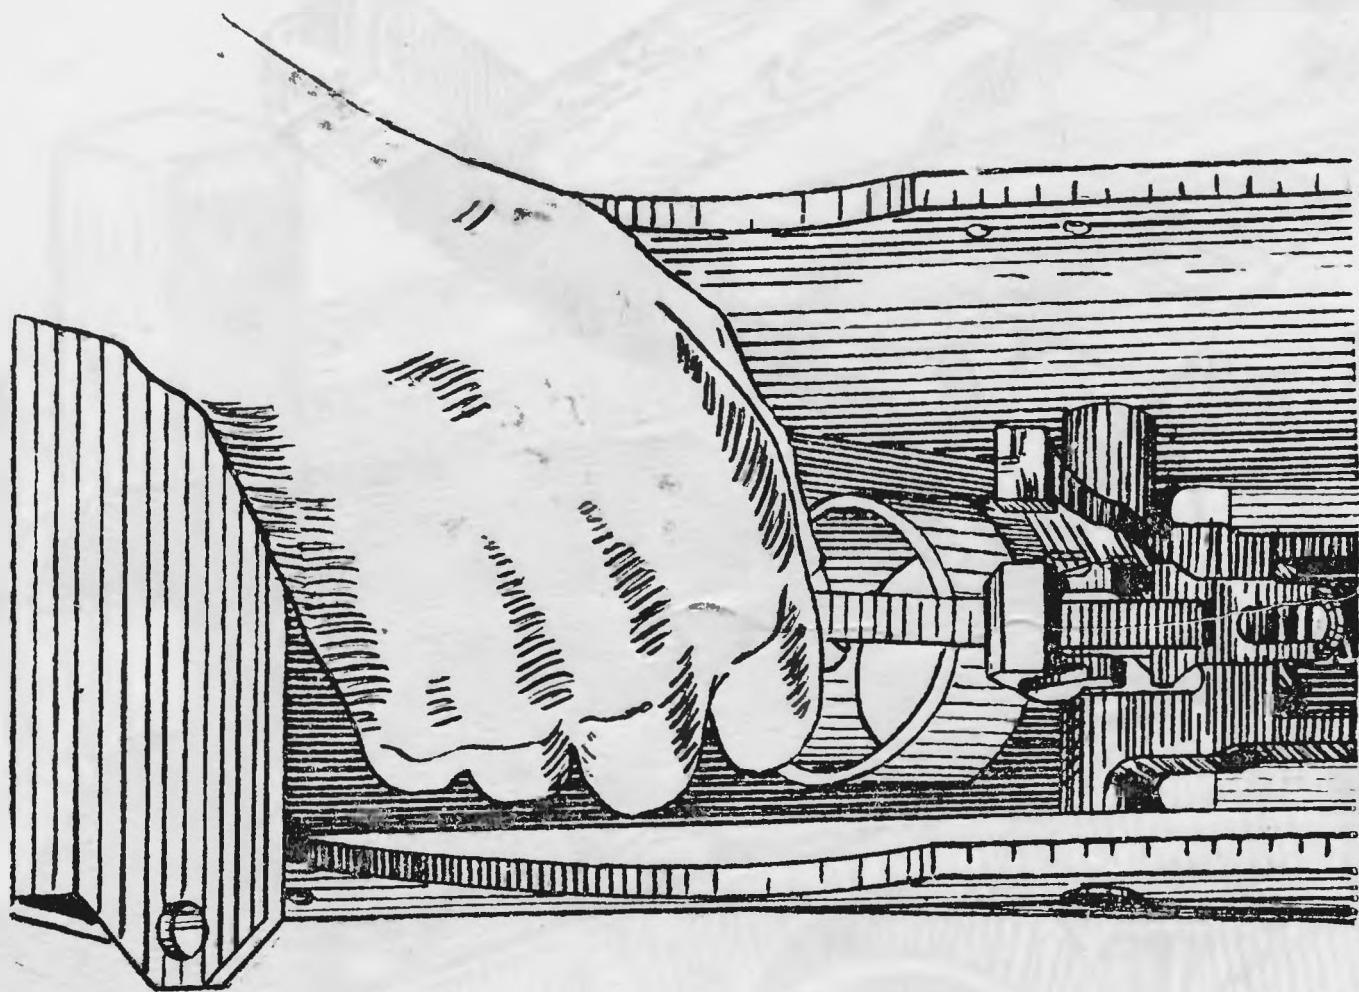

Рис. 7.15
7) переведите рычаг подачи в крайнее переднее положение и отделите спусковой рычаг (рис. 7.15);